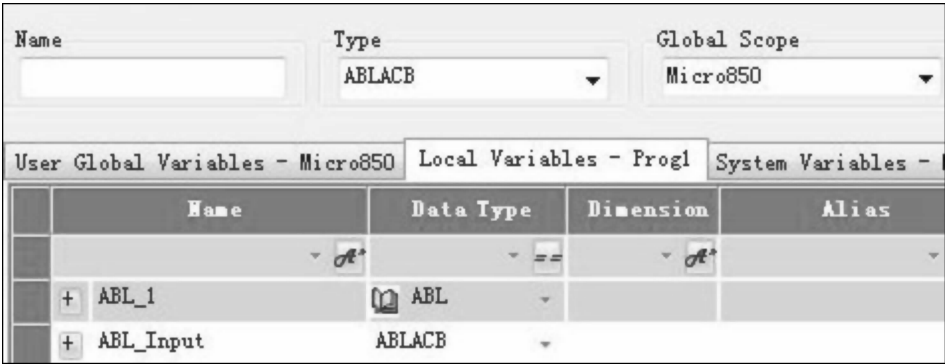

图 9-21 创建“ABL_Input”变量
2) 双击 ABLInput 输入脚，创建数据类型为 ABLACB 的新变量，并命名为 “ABL _ Input”，如图 9-21 所示。